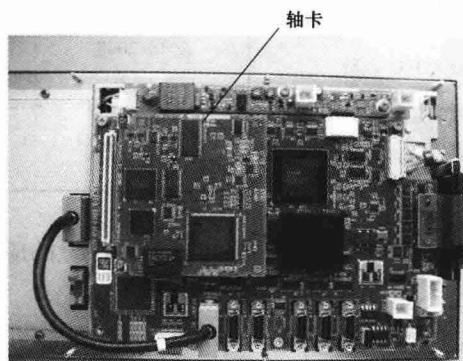

图 1-2-3 轴控制卡
(3) 数字伺服轴控制卡。全数字的运算以及脉宽调制已经以软件的形式打包装入 CNC 系统内 (FROM)，支撑伺服软件运行的硬件环境由 DSP 以及周边电路组成，这就是常说的轴控制卡 (简称轴卡)，如图 1-2-3 所示。